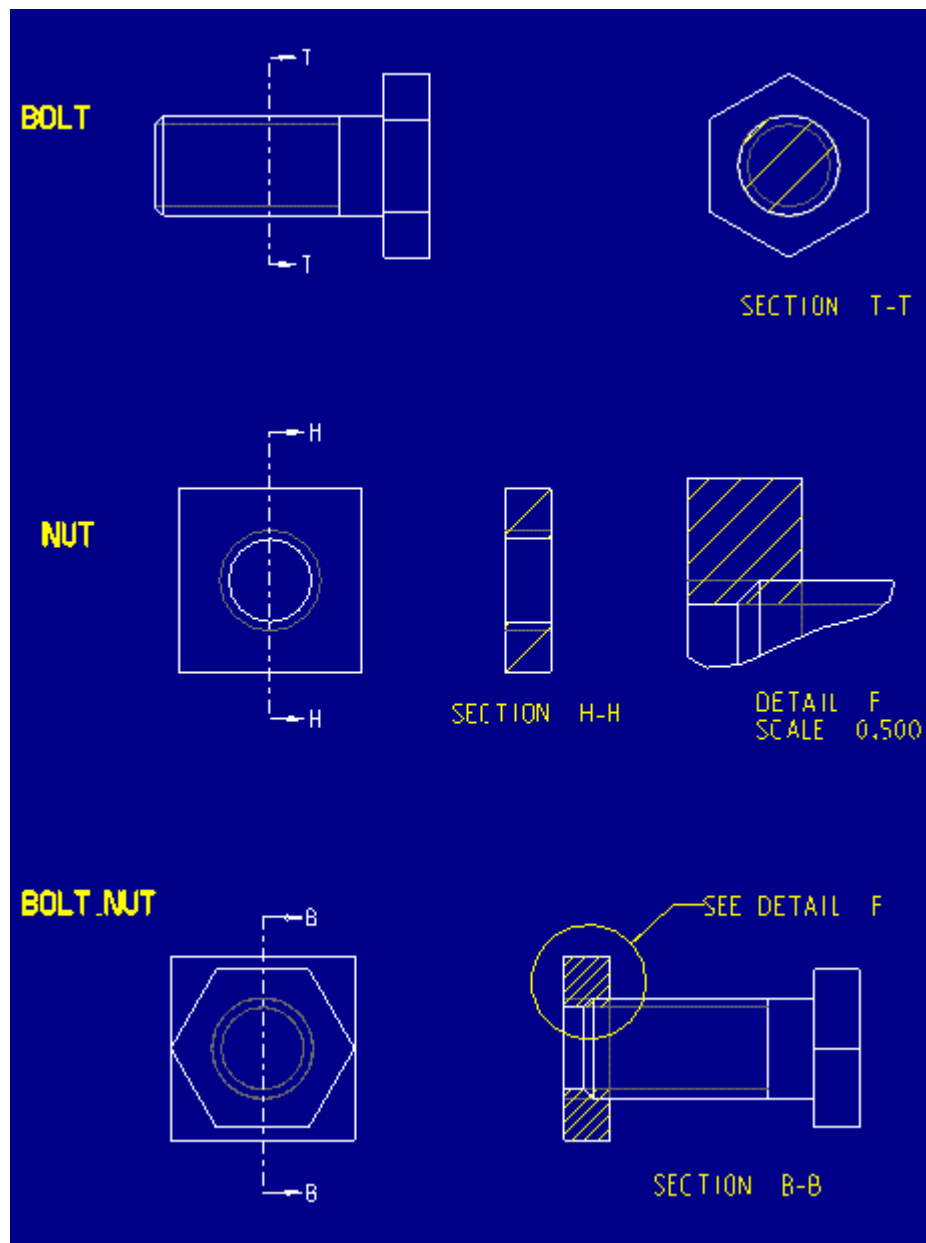
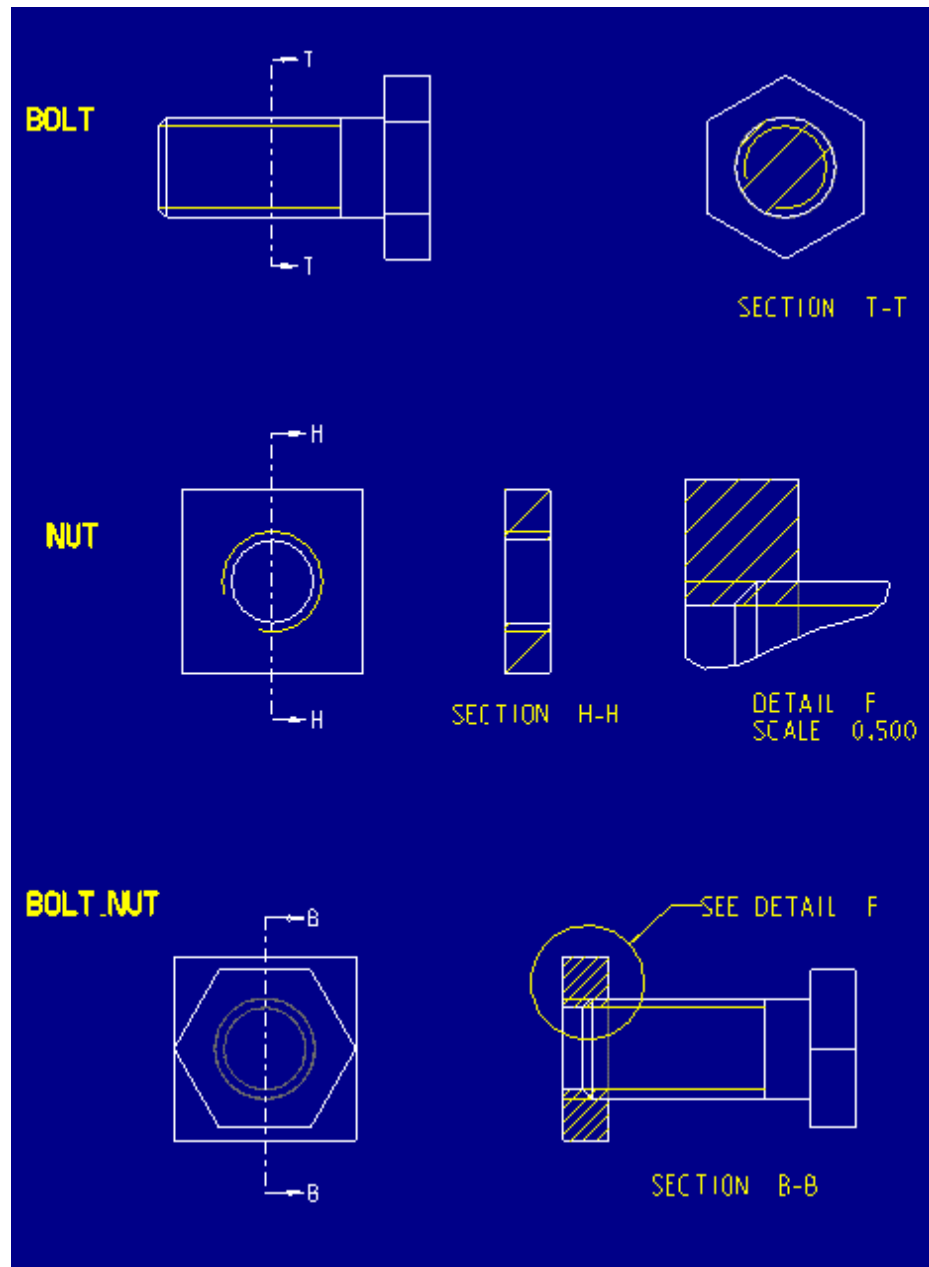

Abbildung 2a
Abbildung 2b
- Nachdem die Konfigurationsoption für Zeichnungen "hlr_for_threads" auf "yes" und die Option "thread_standard" auf "std_ansi_imp" geändert wurden, werden die Gewinde nach dem ANSI-Standard (wie in Abbildung 2a dargestellt) angezeigt. Werden die Ansichten auf **Sichtbar (No Hidden)** eingestellt, wird keine der verdeckten Kanten für das Gewindeelement angezeigt. Ist die Option "thread_standard" auf "std_iso_imp" gesetzt, erscheinen die Gewindelinien als gelbe Hilfslinien, wie in Abbildung 2b dargestellt. Diese Linien werden auch dann noch angezeigt, wenn die Einstellung auf **Sichtbar (No Hidden)** geändert wird. Der ISO-Standard schreibt vor, dass an einer Endansicht eines sichtbaren Gewindeelements der jeweilige Gewindegrund durch einen Bogen, der ungefähr drei Viertel des Umfangs ausmacht, dargestellt wird. Der ANSI-Standard setzt fest, dass dieser Gewindegrund durch einen geschlossenen Kreis dargestellt werden soll. Beide Standards kommen auch dann zur Anwendung, wenn das kosmetische Gewinde in einer Endansicht verdeckt ist, wobei der jeweilige Gewindegrund im Stil einer verdeckten Kante angezeigt wird.